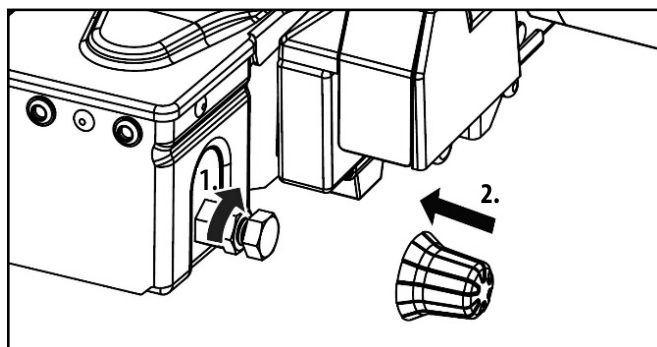

Figura 14: Regolazione della chiusura rapida
- Serrare il contro dado (Figura 14).